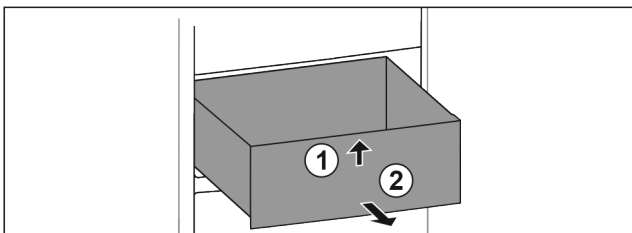

Fig. 103
- Soulever la partie avant du tiroir. Fig. 103 (1).
- Retirer le tiroir par l'avant. Fig. 103 (2)